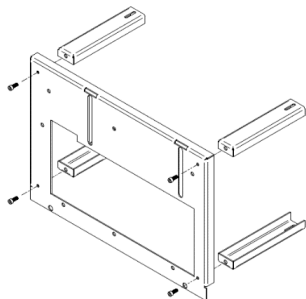

Figura 31 – Montagem mesa auxiliar
- Proteger a superfície sobre a qual se vai trabalhar. Deve unir-se as quatro pernas da mesa com quatro parafusos DIN 912 M8x20 mm como mostra a Figura 31. Deve-se apertar apenas com as mãos, para ser mais fácil de executar o resto da montagem do conjunto. Tal como indicado na Figura 31.